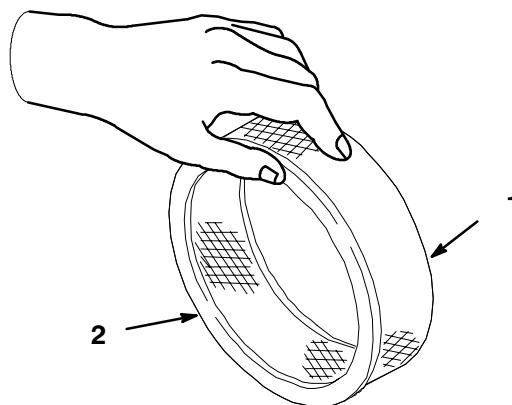

Bild 19
- Klopfen Sie den Einsatz leicht auf eine flache Unterlage, um Staub und Schmutz zu beseitigen (Bild 19).